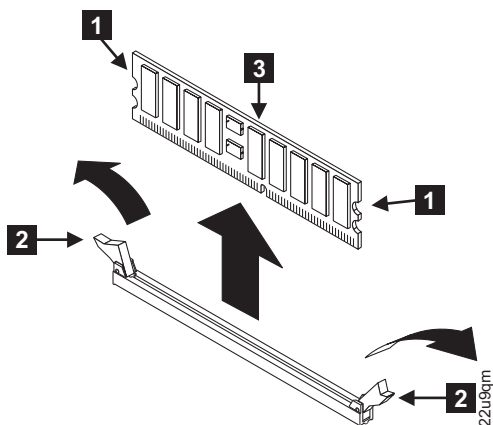

图 77. 卸下内存模块
6. 向外按夹子 **2** 以将其打开，如第 92 页的图 77 中所示。此操作会将内存条 **3** 拉出接口。